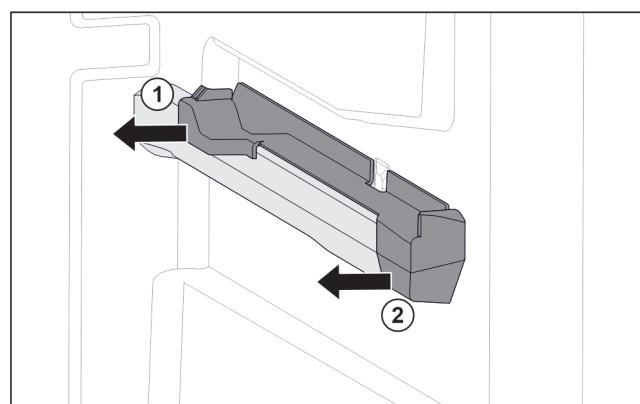

Fig. 33 Násuvný diel na pravom rebre nádoby
- Stiahnite násuvný diel vzadu do strany. Fig. 33 (1)
- Stiahnite násuvný diel vpredú do strany. Fig. 33 (2)